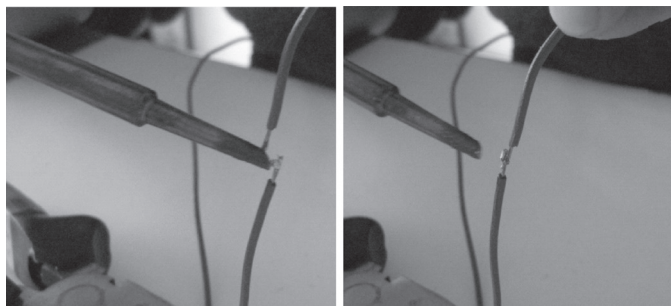

图 3-7 焊接线缆
4) 将线头搭在一起，用电烙铁加热，如图 3-7 所示。待焊件上的焊锡完全熔化后根据情况适当添加焊锡，待焊料流动并覆盖焊接处形成干净圆滑的焊点后，电烙铁头沿着连接方向轻轻一提，离开焊点。